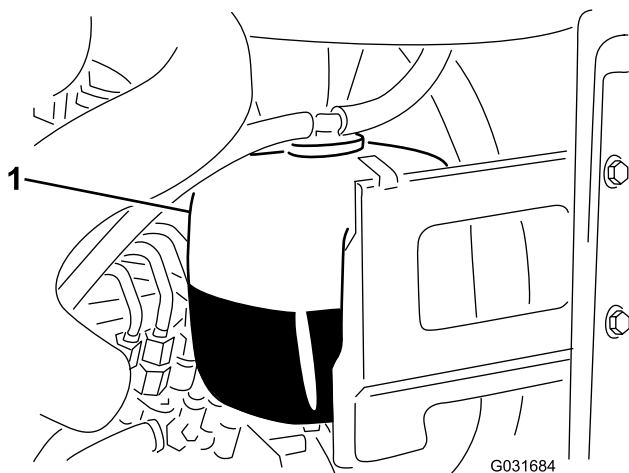

Bild 47
1. Prüfen Sie den Kühlmittelstand im Ausdehnungsgefäß (Bild 47).